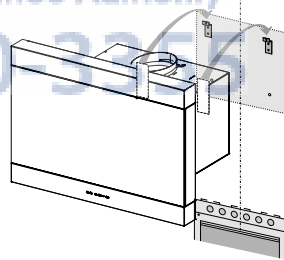

FIG. 9
1. Installez la hotte sur le support de montage mural. Vérifiez que la hotte est parallèle au sol. Fig. 9.